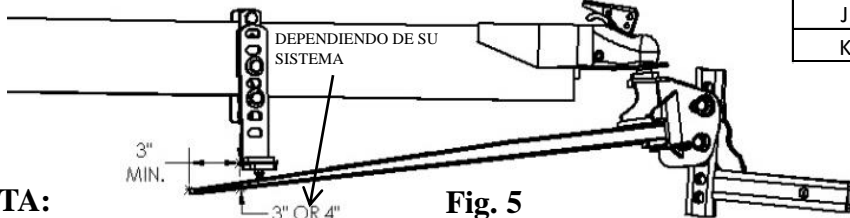

Fig. 5
• Durante el ajuste del montaje de la esfera, puede ser necesario levantar o bajar el soporte en L (L) para obtener la carga apropiada de la barra de resorte si no hay suficiente ajuste para el ángulo de la cabeza. Si no hay suficientes arandelas para obtener la dimensión que se muestra en la Fig. 5, mueva el soporte en L (L) 1 set de orificios hacia arriba.
• Si usted tiene un bastidor de 6" de alto con un acoplador instalado en la base (acoplador invertido) podría ser necesario instalar soportes (V) y (W) de manera invertida para que el soporte en L (L) quede tan bajo como sea necesario. Esto bajará el soporte en L 1.75". De lo contrario podría haber demasiada presión en la barra de resorte.